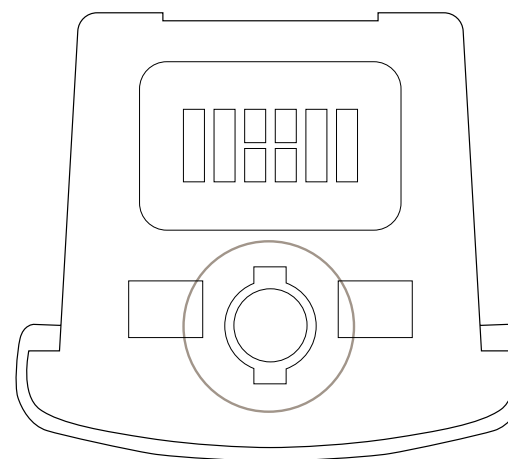

FIG. 13
3. Collegare il carica batterie in dotazione con l'apposito spinotto (FIG 13);